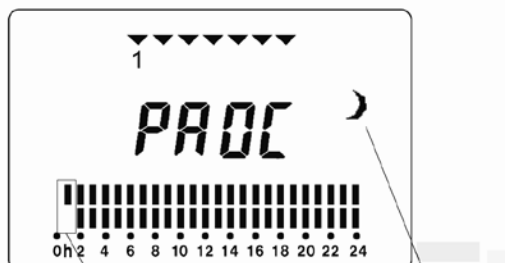
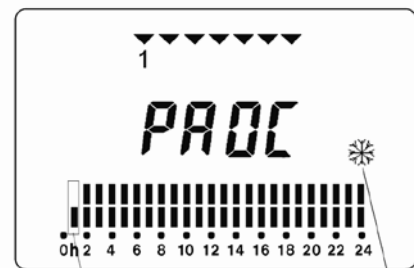
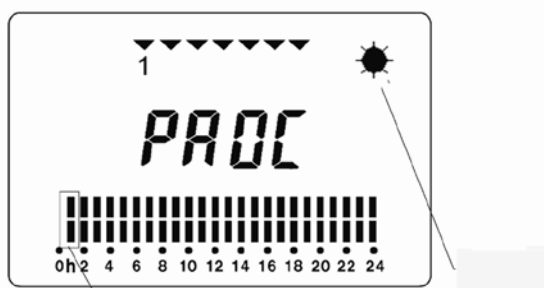

Figura 10
Figura 11
Figura 12
- Pressione a tecla de modo: dia (“☀”), noite (“☾”) ou anti-congelação (“❄”) que deseja para este intervalo de tempo. Se pressionar a tecla noite, aparece o símbolo “☾” no ecrã e a barra da área superior pisca (figura 10). Se pressionar a tecla anti-congelação, aparece o símbolo “❄” no ecrã e a barra na parte inferior pisca (figura 11). Se pressionar a tecla dia, aparece o símbolo “☀” no ecrã e as duas barras permanecem a piscar (figura 12). A primeira hora de funcionamento fica assim programada.